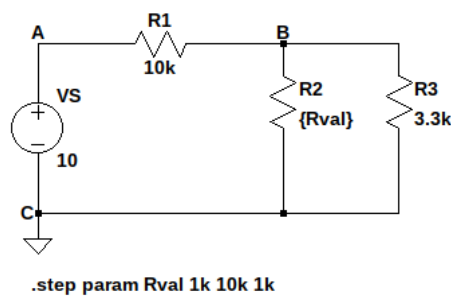

Figura 9: circuito esquemático con {Rval}.
1. Cambiar el valor de la resistencia $R2$ de $4.7k$ a $\{Rval\}$, tal como se muestra en la figura 9.